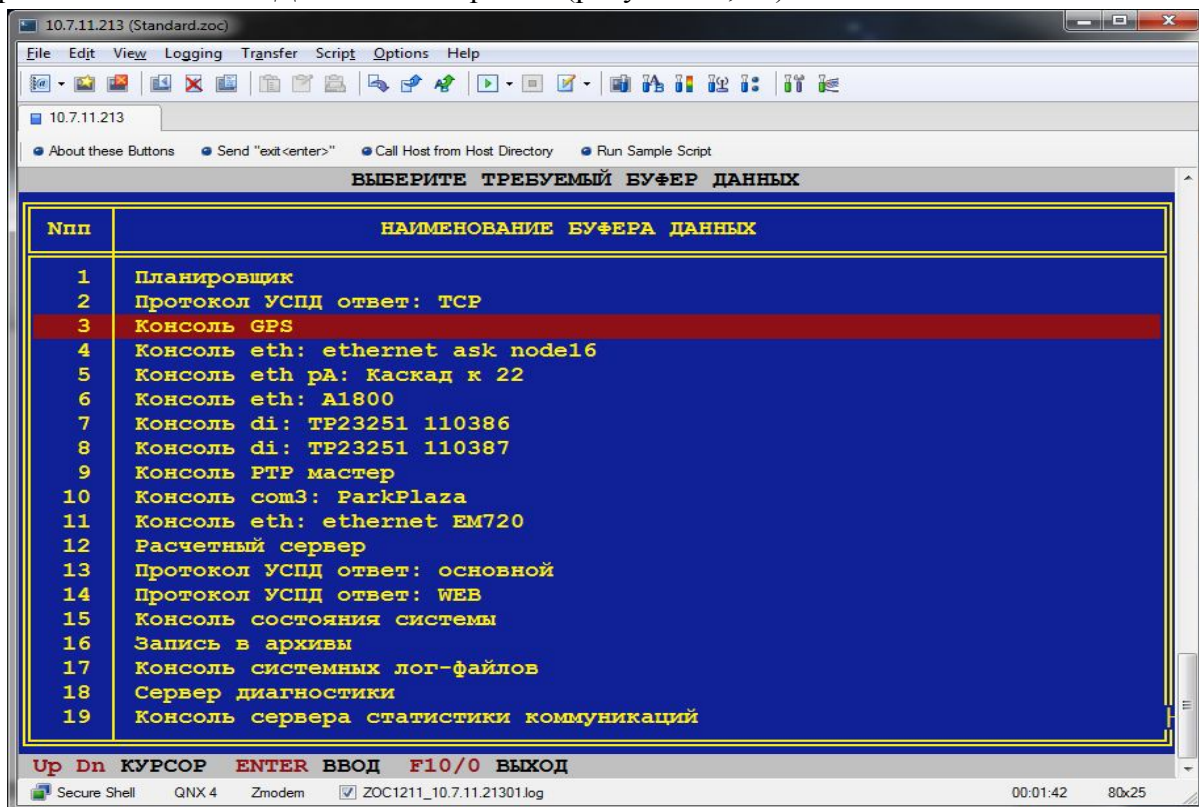

Рисунок 40
6.5.2.4. Перезапустить ПО. Открыть консоль GPS и убедиться, что синхронизация времени встроенных часов УСПД RTU-325S прошла (рисунок 40, 41).